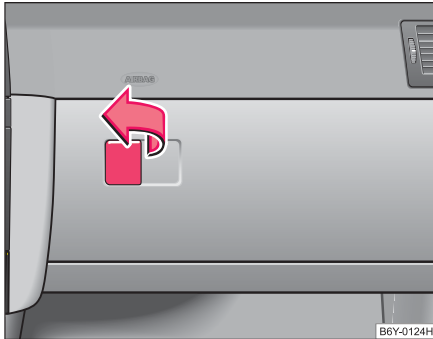

Abb. 69 Schalttafel:
- Ziehen Sie den Griff in der Klappe in Pfeilrichtung ⇒ Abb. 69 und schwenken Sie die Klappe nach unten.